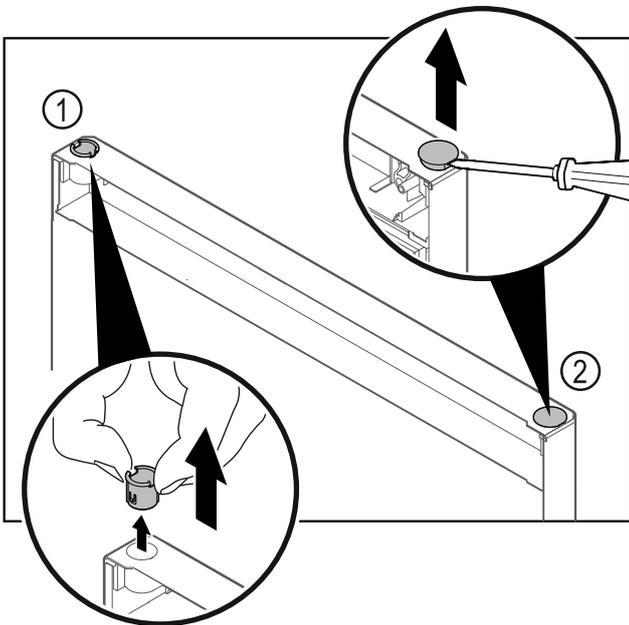

Fig. 26
- ▶ Vytiahnite puzdro závesu Fig. 26 (1) prstami.
- ▶ Plochým skrutkovačom opatrne nadvihnite kryciu zátku Fig. 26 (2) a vytiahnite ju.